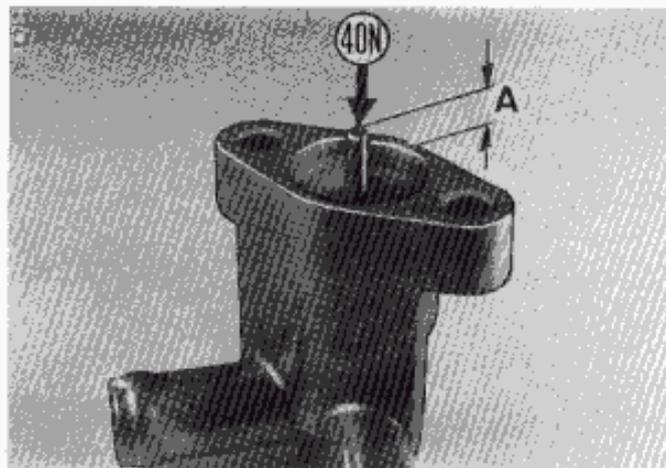

Bild 4
2.8 Prüfung des Dehnstoffelementes geändert (Bild 4)